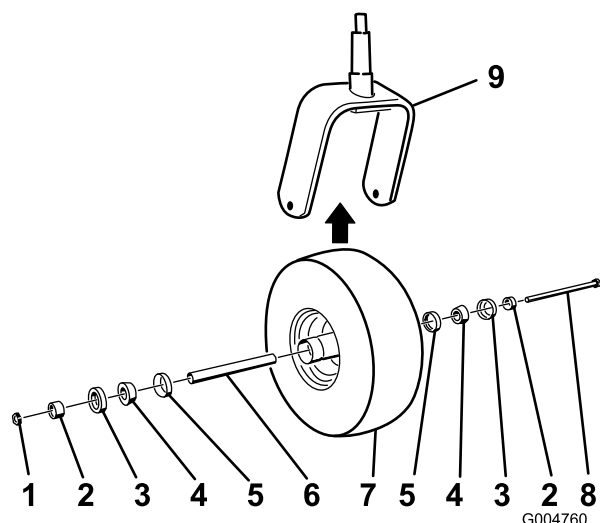

Figure 45
2. Retirez le contre-écrou du boulon (Figure 45).
5. Montez la roue pivotante en poussant les roulements à rouleaux coniques et les joints, garnis de graisse, dans le moyeu, en les positionnant comme indiqué à la Figure 45.